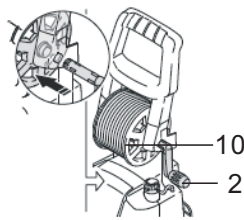

Fig. 2
- > Enfoncez la manivelle (2) dans le trou de l'enrouleur (10) jusqu'à ce qu'elle s'enclenche en position (Fig. 2).